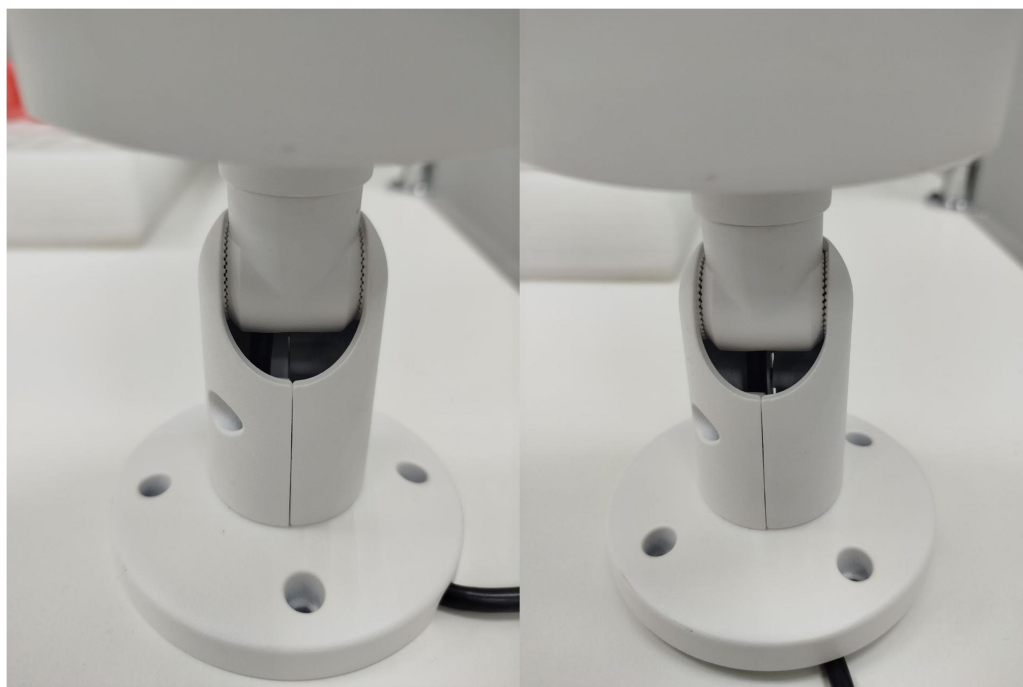

Рисунок 2.1 — Слева указан правильный метод фиксации кронштейна (зацепление зубьев), справа — неправильный метод фиксации зубьев.
- убедитесь в правильности фиксации кронштейна для его надёжного крепления (см. рис. 2.1).